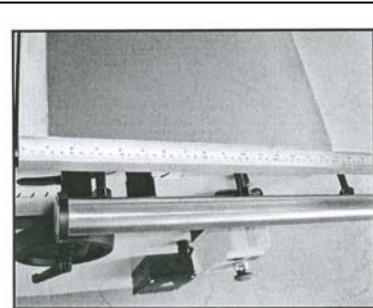

Fig. 12
4. Вставьте шпильки в стол (см. рис. 12). Закрепите их с помощью шестигранных гаек (M12-1,75), предварительно на каждой стороне установив запорные и плоские шайбы.